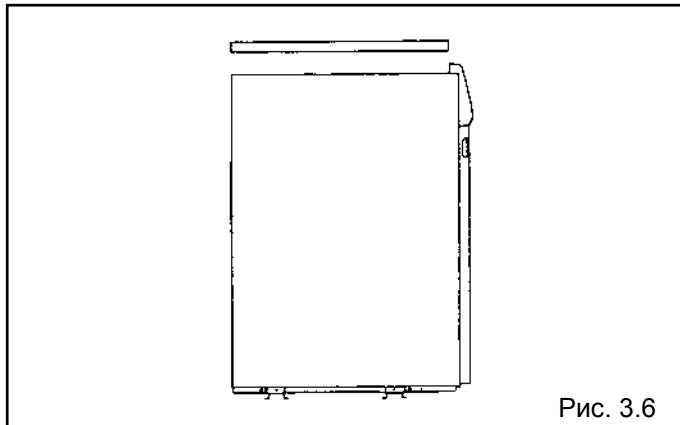

Рис. 3.6
- снимите верхнюю панель кожуха (рис. 3.6);